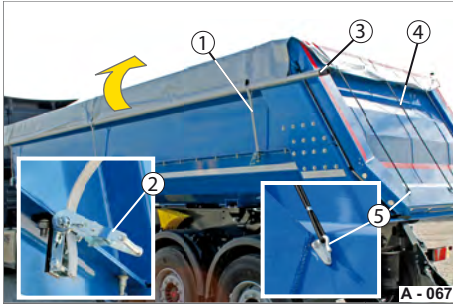

Abb. 58 Rollverdeck geschlossen
- ▶ Hängen Sie die Gummiseile (Abb. 58/4) aus den Haken (Abb. 58/5) an der Heckklappe aus.
- ▶ Lösen Sie die Spanngurte (Abb. 58/1) aus den Spannratschen (Abb. 58/2).